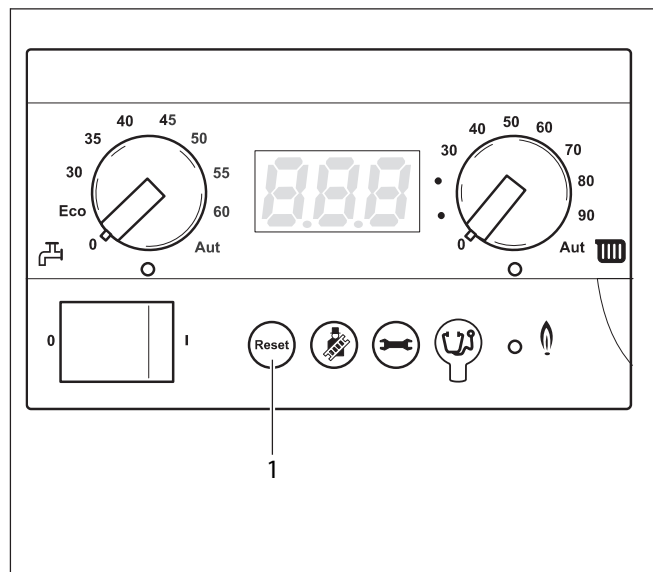

Fig. 25 BC10 – Tasto "Reset"
- Premere il tasto "Reset" (fig. 25, pos. 1) per circa 5 sec., per eliminare la disfunzione.